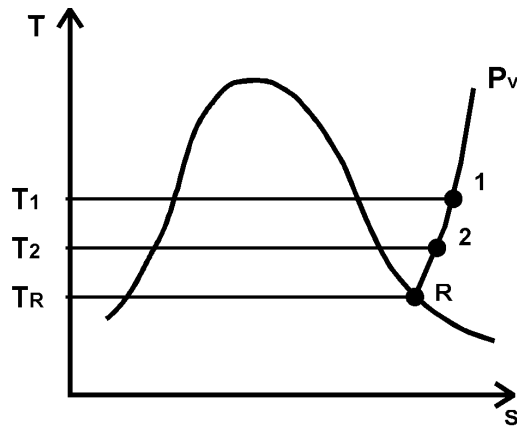

FIG. 4
Esto significa que en un proceso de calentamiento o enfriamiento, manteniendo constante la (p_v), la humedad absoluta no cambia su valor, en el caso del enfriamiento mientras no se alcance el punto de rocío (R) ver fig. 4.